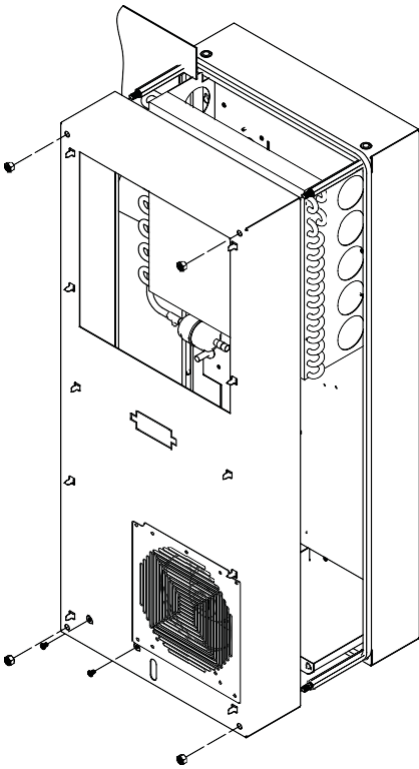

图5
8. エンクロージャの後ろ半分を取り付け用のカット部に押し込み、スタンドオフ4個で固定します。8ページの図5をご覧ください。